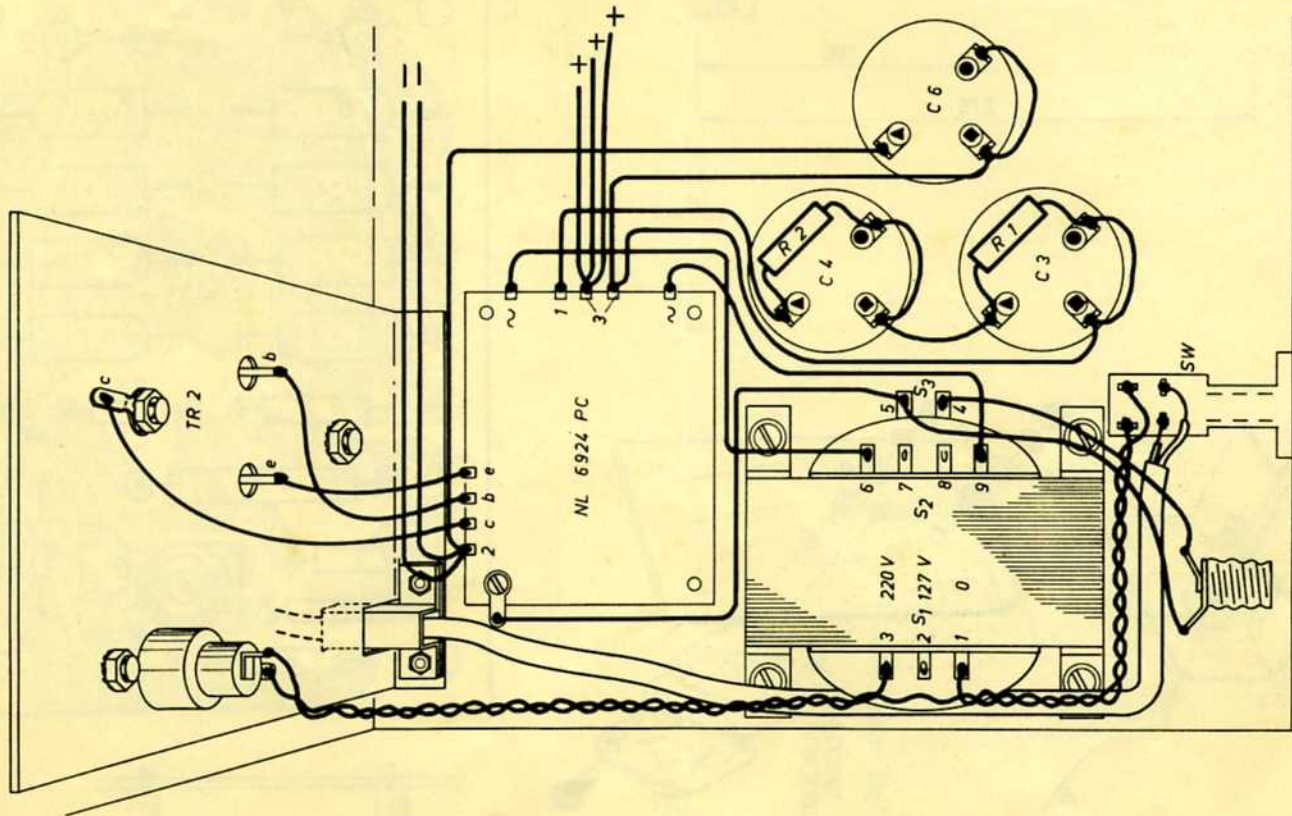

Fig. 3
La figure 3 donne le détail de la disposition et du câblage de l'unité d'alimentation NL 6924. Le réfrigidisseur se trouve à l'arrière et peut éventuellement être utilisé comme partie de la face arrière d'un châssis. C'est pour cette raison que le réfrigidisseur comprend, en plus des trous de fixation pour le transistor TR 2, des trous pour le porte-fusible et pour le serre-câble (VN) dans lequel passera le cordon secteur.
LES INTERCONNEXIONS peuvent être réalisées d'après la figure 3.